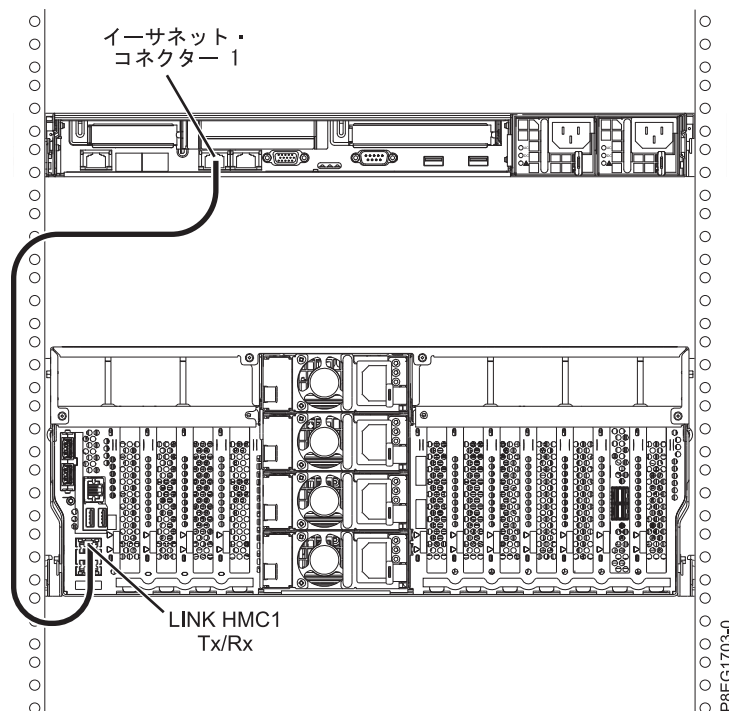

図 17. 管理対象システムへの HMC の取り付け
1. HMC を管理対象システムに直接接続する場合は、HMC の **イーサネット・コネクタ 1** を管理対象システムの **HMC1** ポートに接続します。図 17 を参照してください。